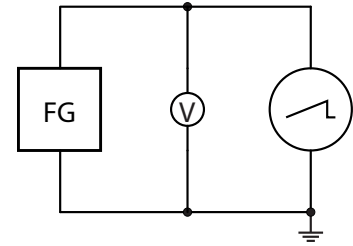

Abbildung 13: Messen der Ausgangswechselspannung eines Frequenzgenerators (FG) mit Digitalvoltmeter und Oszilloskop.
- Erzeugen Sie mit dem Frequenzgenerator sinusförmige Wechselspannungen mit  $u_{SS} \approx 5 \text{ V}$  und ohne DC-Offset im Frequenzbereich von 1 Hz bis 20 kHz und schließen Sie ein Multimeter und ein Oszilloskop an (Abb. 13). Bestimmen Sie mit dem Oszilloskop den Spitze-Spitze-Wert, die Amplitude, den Effektivwert (RMS), die Periodendauer und die Frequenz.10 Führen Sie diese Messungen für insgesamt fünf Frequenzen im Frequenzbereich zwischen 1 Hz und 20 kHz durch. Bei welchen Frequenzen zeigt das Multimeter den richtigen Effektivwert an?